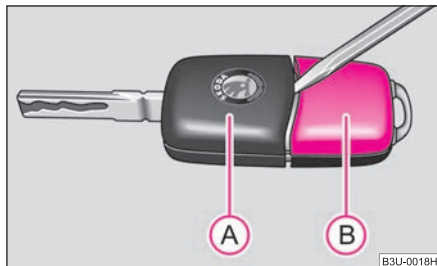

Abb. 19 Schlüssel mit Funk-Fernbedienung trennen
Jeder Hauptschlüssel enthält eine Batterie, die im Deckel des Sendergehäuses (B) ⇒ Abb. 19 untergebracht ist. Wir empfehlen Ihnen, die Schlüsselbatterie von einem Škoda Servicepartner wechseln zu lassen. Falls Sie jedoch die verbrauchte Batterie selbst wechseln wollen, gehen Sie wie folgt vor:
- Hebeln Sie das Schlüsselteil (A) ⇒ Abb. 19 vorsichtig mit einem Schraubendreher vom Sendergehäuse (B) ab.